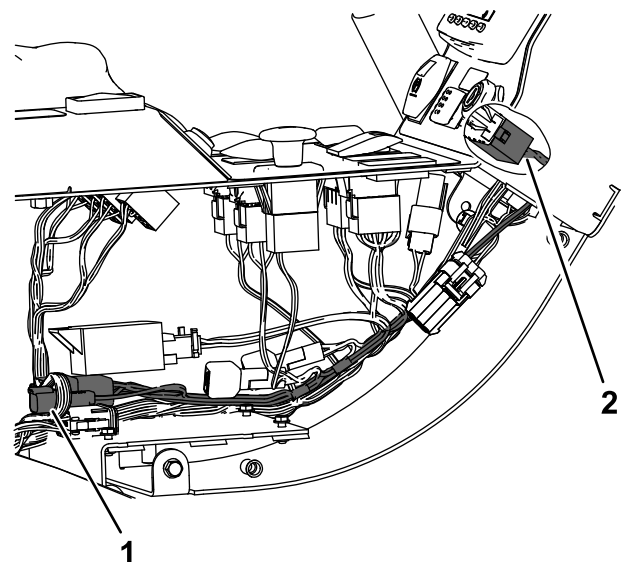

Bild 5
1. Schließen Sie den neuen Kabelbaum am Hilfsbremsenschalter an (Bild 5).
2. Schließen Sie den Kabelbaum am europäischen Lampenstromstecker innen am Bedienfeld an (Bild 5).